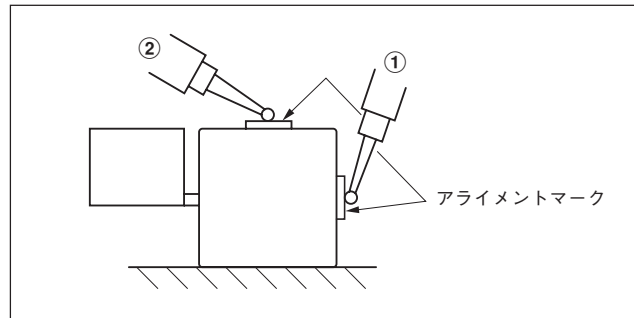

図3-7. スケール部と機械の走り測定
(4) スケール部と機械の走りとの平行度測定
スケール部側面のアライメントマーク位置 (図3-7、①) に直接ピックテスターまたはダイヤルゲージを当て、機械の走りに対してスケール部の平行を出してください。